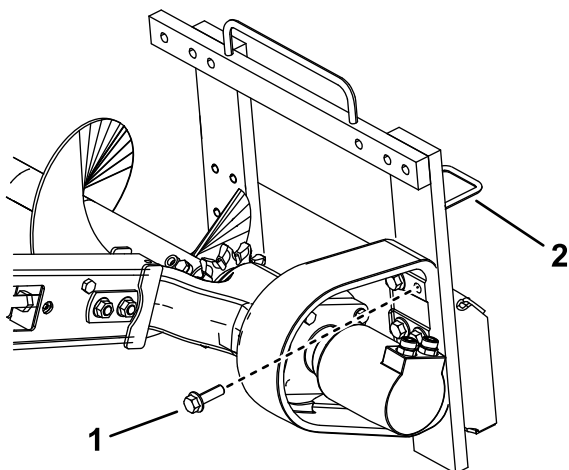

図 8
3. トレンチャヘッドをフレームに固定している 6 本のボルトを外す 図 8。
11. ホースを、トレンチャ上部のホースガイドから左側のホースガイドに移動する 図 8。